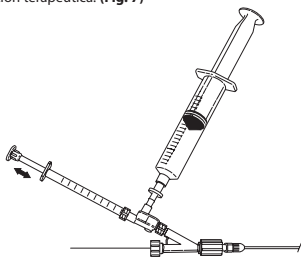

Fig. 8
10. Para infundir la solución, tome la dosis deseada con la jeringa de 1 mL e inyéctela. Vuelva a cargar la jeringa de 1 mL y repita la técnica de infusión según sea necesario. **(Fig. 8)**